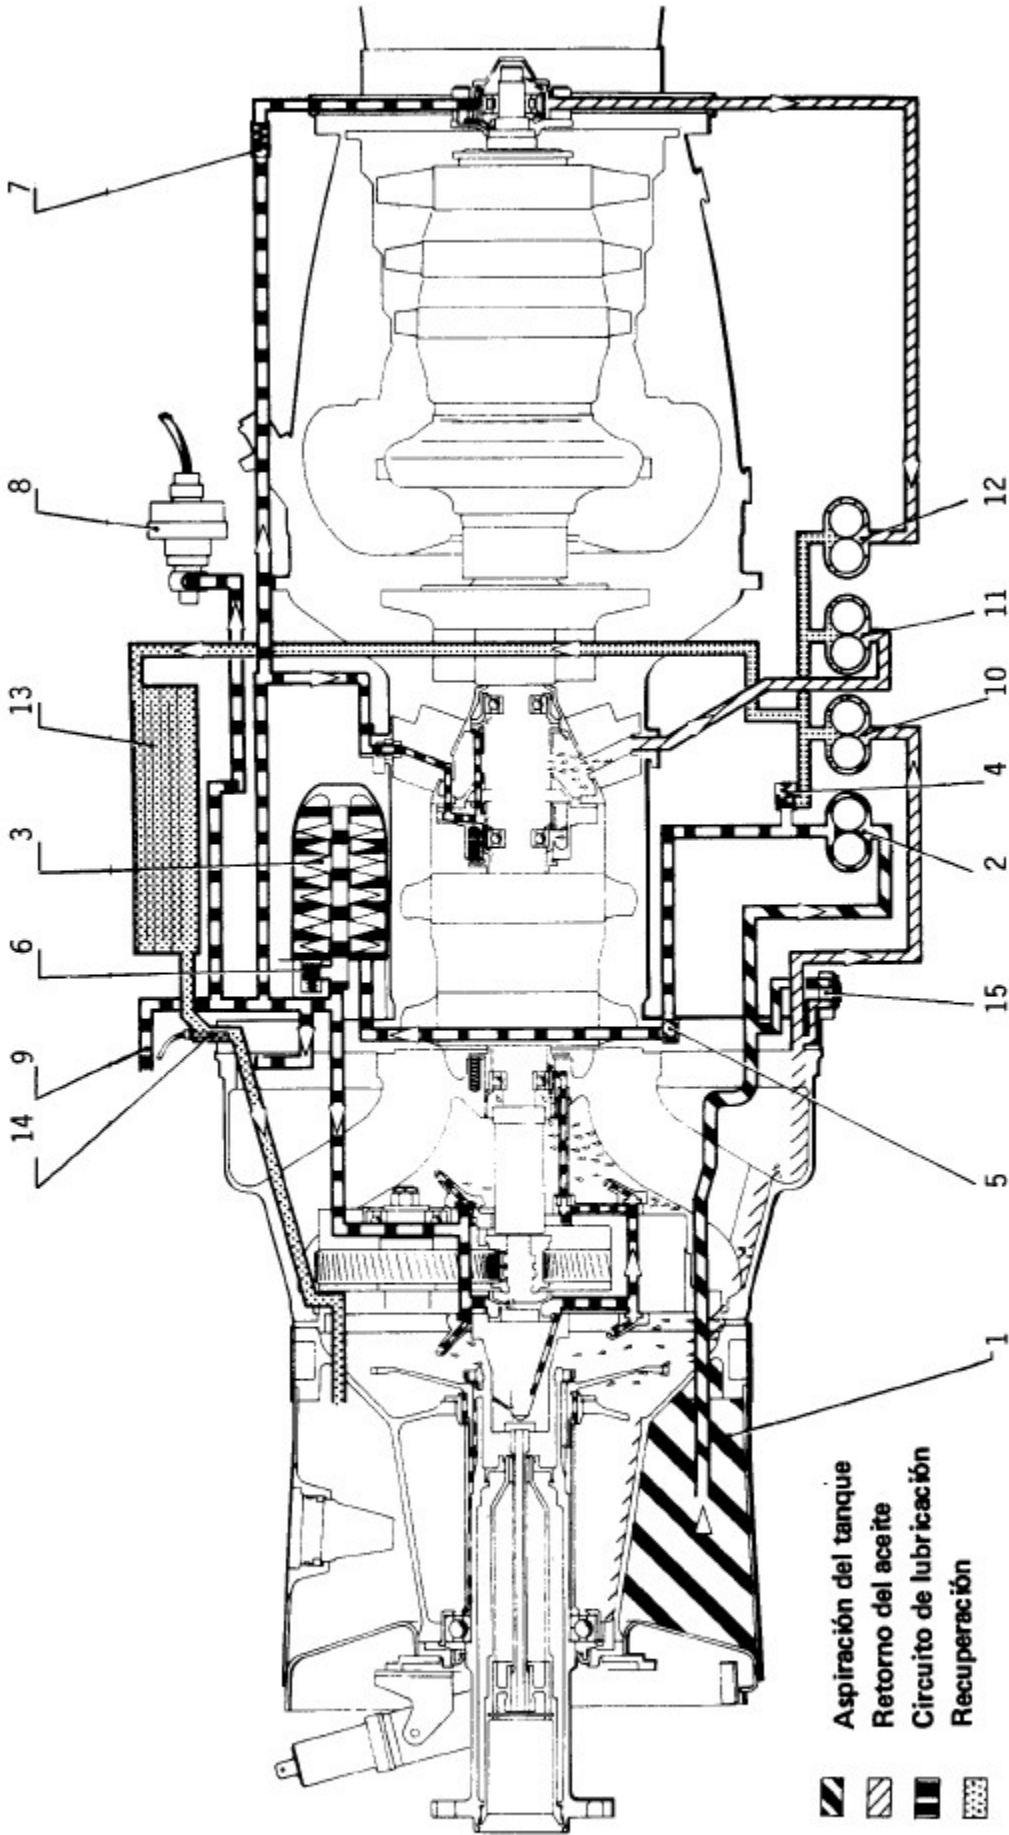

FIGURA I-11
- Tanque principal del circuito constituido por el carter soporte de hélice que contiene el aceite necesario para el funcionamiento del motor y de la hélice (Nivel máximo); cuando el aceite se encuentra en la mitad de la mirilla superior y nivel mínimo cuando el aceite se encuentra a la mitad de la mirilla intermedia; esto para una utilización normal del motor. Antes de realizar vuelos de acrobacia o combate se debe completar el aceite hasta llegar con el nivel hasta la mitad de la mirilla superior. (Figura I-11)